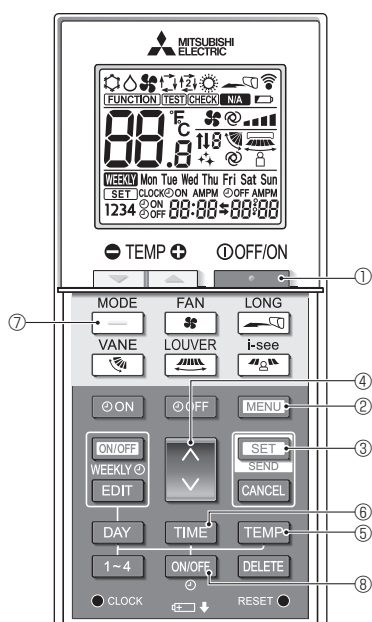
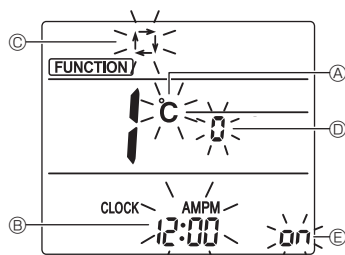

Fig. 7-11
Fig. 7-12
1. Tryck på knappen **OFF/ON** ① för att stänga av luftkonditioneringen.
2. Tryck på knappen **MENU** ②.
- Skärmen för funktionsinställning visas och funktionsnummer ① blinkar. (Fig. 7-11)
- Tryck på knappen **↑** ④ för att ändra funktionsnumret.
3. Kontrollera att funktionsnummer "1" visas och tryck sedan på knappen **SET** ③.
- Skärmen för inställning av displayen visas. (Fig. 7-12)